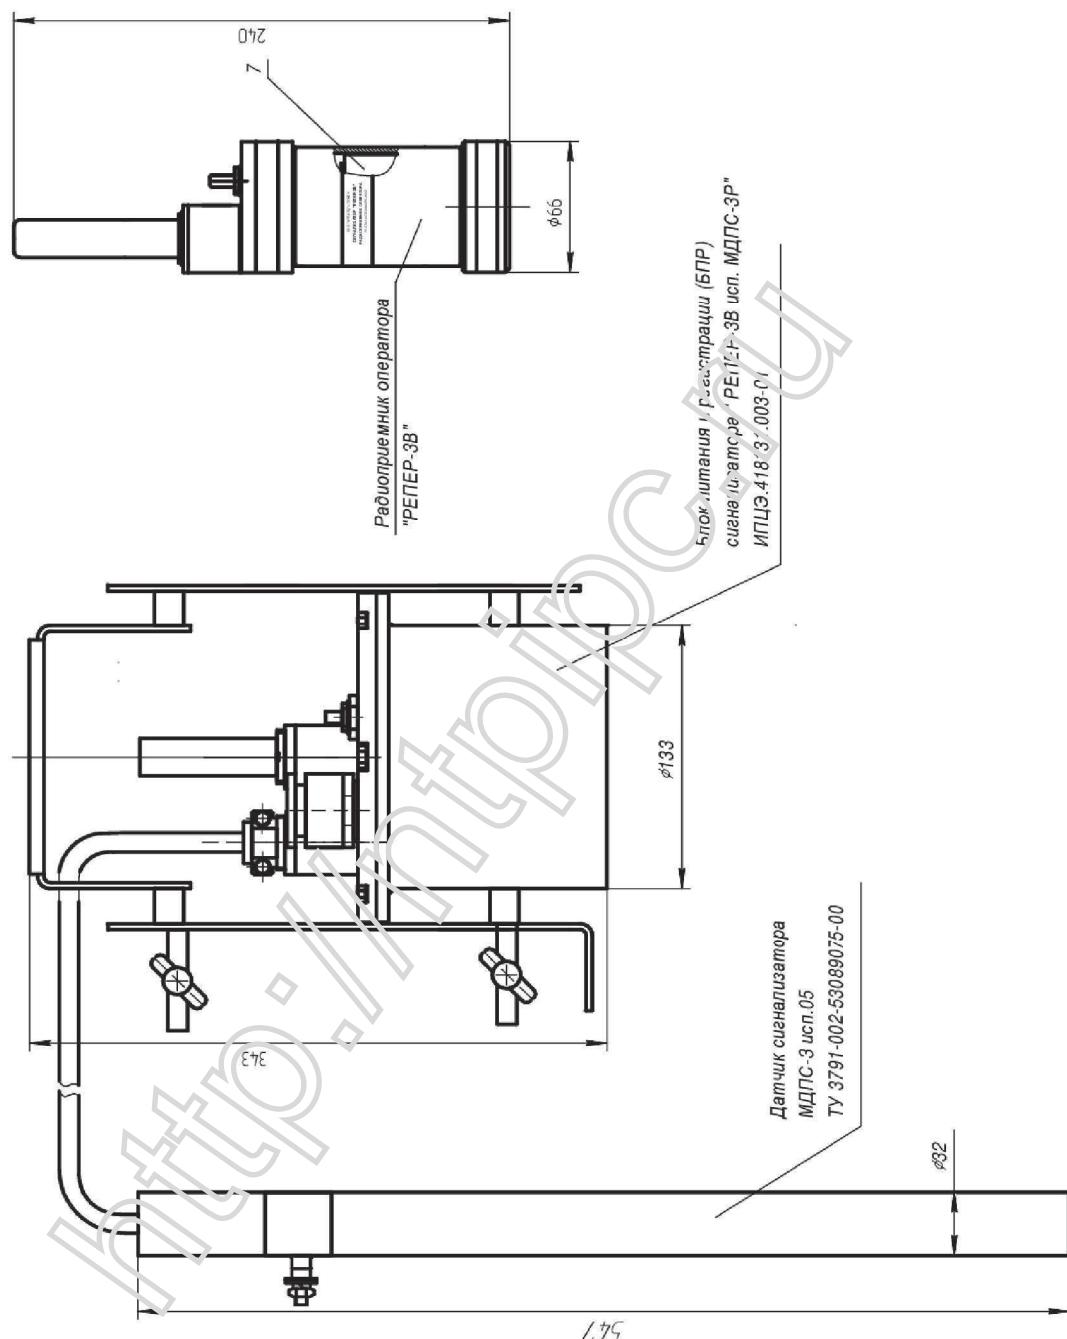

Рис. 24 – Габаритный чертёж сигнализатора «Реппер-3В» исполнения «МДПС-3Р».
Сигнализатор «Репер-ЗВ» исполнения МДПС-ЗР состоит из блока датчика, соединённого кабелем с блоком питания и регистрации. Габаритный чертёж сигнализатора приведён на Рис. 24.
3.6.2.1 Взрывонепроницаемость оболочки блока БПР обеспечивается герметизацией полости за счёт сварного соединения, а также обеспечивается гильевой взрывозащитой, параметры которой указаны на чертежах средств взрывозащиты Рис.24а, Рис.25. На взрывозащитных поверхностях, обозначенных на чертеже средств взрывозащиты надписью «Взрыв», наличие раковин, трещин, отслоений и других дефектов не допускается.
Рис. 24а – Чертёж средств взрывозащиты блока БПР сигнализатора «РЕПЕР-3В» исполнения «МДПС-3Р»